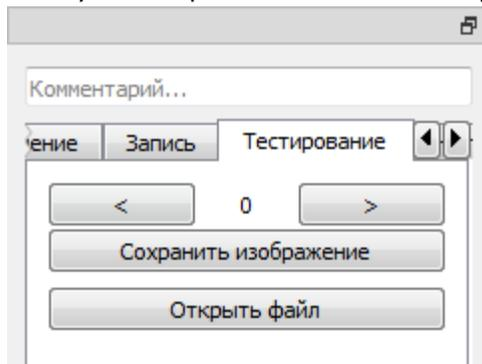

Рисунок 13. Внешний вид вкладки следования плану тестирования
- В разделе «тестирование» (рисунок 13) можно выбрать ранее сохраненный «план тестирования», либо загрузить
1. Для использования плана тестирования перейдите на вкладку «Тестирование» (рисунок 13).